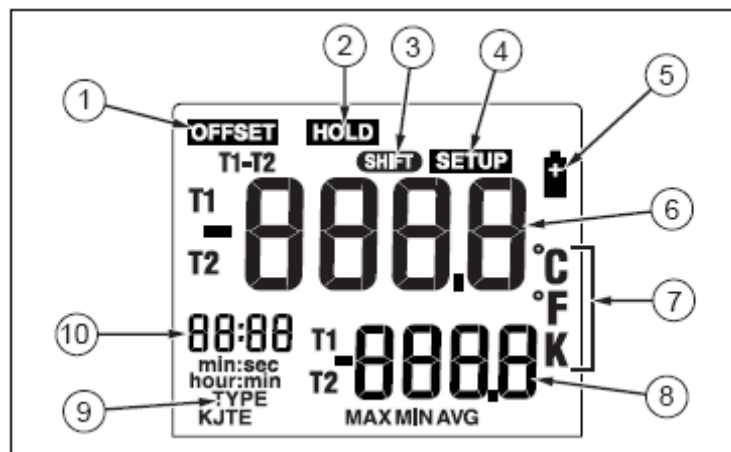

Figura 2. Elementele afişajului
- Figura 2 și Tabelul 4 pentru descrierea afișajului.